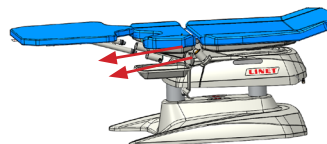

Fig. 6 Extracción de la superficie del paciente
- 3) A continuación, sujete la extensión de la superficie del paciente por los lados largos de la tapicería con ambas manos y tire de ella hasta que las barras guía queden completamente fuera de los dos orificios del soporte (Fig. 6)